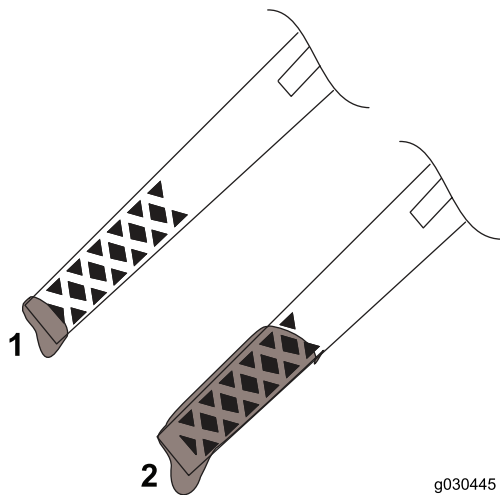

Рисунок 16
- Если уровень масла находится ниже отметки Add (Добавить) на щупе (Рисунок 16), долейте масло. См. Замена масла в двигателе (страница 17)
- Если уровень масла находится выше отметки Full (Полный) (Рисунок 16), слейте излишек масла, чтобы довести его уровень до метки Full (Полный) на щупе; см. (страница ).